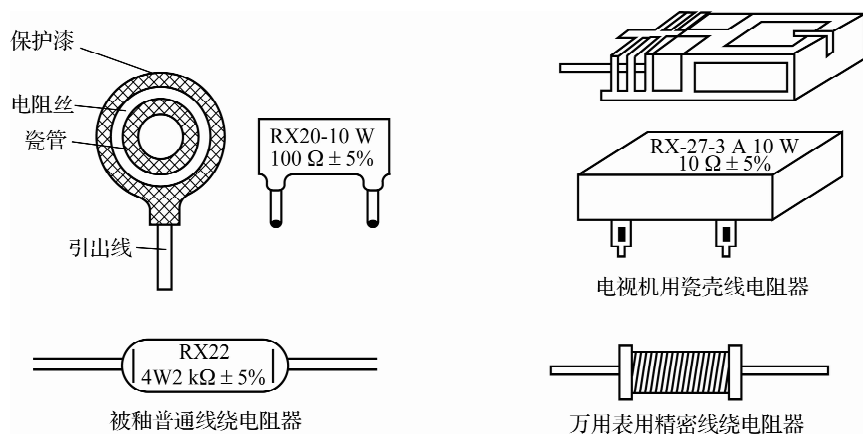

图 1-8 常用线绕电阻器的外形
(2)线绕电阻器。线绕电阻器由电阻率较大、性能稳定的锰铜、康铜等合金线涂上绝缘层,在绝缘棒上绕制而成。线绕电阻器有很多特点,如耐高温(能在 $300\text{ }^{\circ}\text{C}$ 的高温下稳定工作)、具有很好的线性关系、精度高、稳定性好等。线绕电阻器的额定功率较大($4\sim 300\text{ W}$),常用在电源电路中作限流电阻等;也可制成精密型电阻,如在万用表中作分流电阻用。一般的线绕电阻器由于结构上的原因,其分布电容、电感较大,不宜用在高频电路中。常用线绕电阻器的外形如图 1-8 所示。